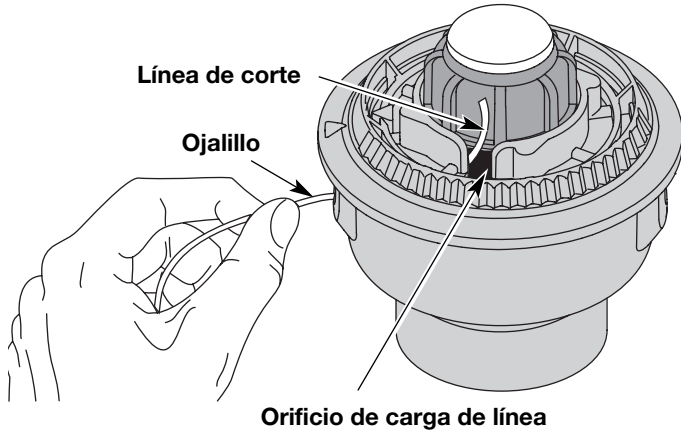

Fig. 16
3. Saque la línea vieja por los orificios de carga y de cierre de línea (Fig. 16 y 17).
4. Inserte una pieza de línea de corte dentro de uno de los ojaillos de la bobina exterior. Páselo hacia arriba a través del orificio de carga del carrete interior (Fig. 16). No doble la línea al insertarla en el ojaillo.